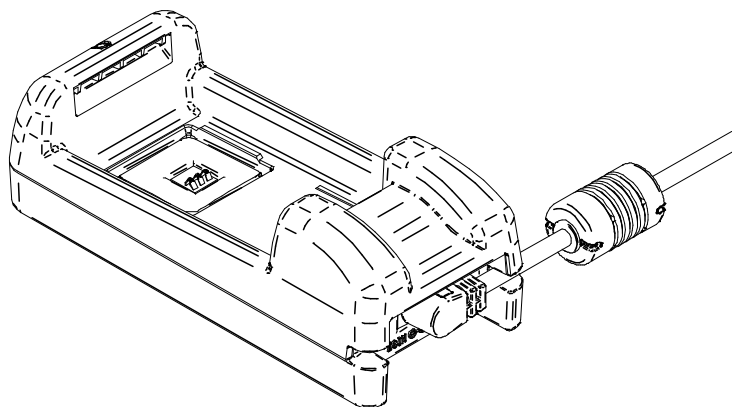

Abbildung 17-3 Befestigen des Netzkabels
- (1) Verbinden Sie das Netzkabel mit dem Netzteil.
- (2) Stecken Sie den DC-Stecker des Netzteils in den Stromanschluss des Akkuladegeräts ein. Befestigen Sie das Kabel des Netzteils wie in Abbildung 17-3 gezeigt in der Nut des Akkuladegeräts. (Das Kabel kann in der linken oder in der rechten Nut befestigt werden.)
- (3) Stecken Sie den Netzstecker des Netzkabels in eine Steckdose ein. Die LED des Akkuladegeräts schaltet sich ein und leuchtet grün.